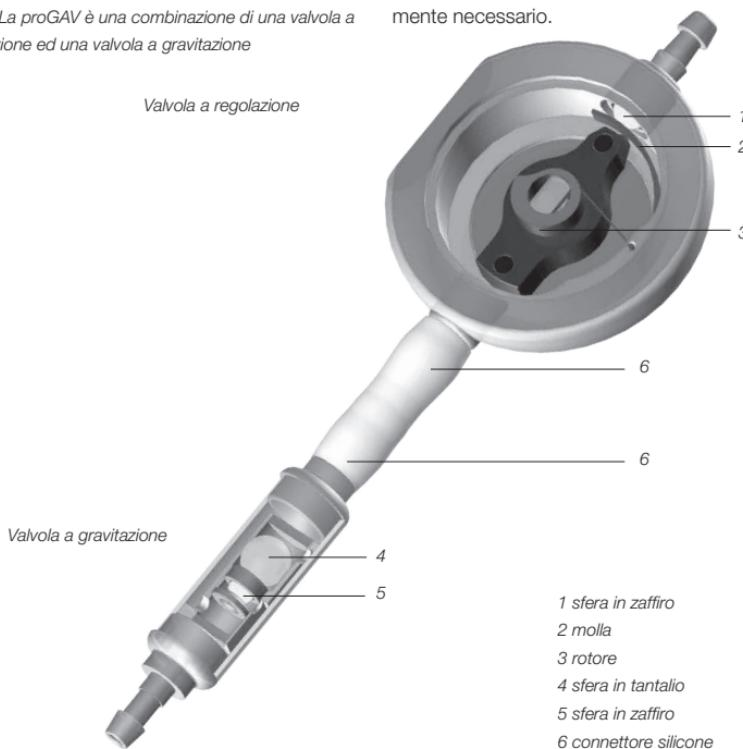

Fig. 2: La proGAV in sezione
La fig. 2 mostra un disegno schematico in sezione. La valvola a regolazione consiste in una robusta custodia in titanio, nella cui parte prossimale è integrata una valvola a cono e sfera (1) dalla validità sperimentata. Un'apposita molla (2) garantisce la pressione di apertura della valvola a cono e sfera. Tramite un rotore (3) a supporto rotante è possibile regolare attraverso la cute il precarico della molla e pertanto la pressione di apertura della valvola. Componenti fondamentali della valvola a gravitazione fabbricata in titanio sono una sfera in tantalio (4) che ne determina la pressione di apertura ed una sfera in zaffiro (5) che ne garantisce una chiusura precisa. Sull'estremità distale della valvola è integrato in via opzionale un connettore o un catetere in silicone. Un apposito codice ad anelli consente l'identificazione del livello di pressione nella radiografia.